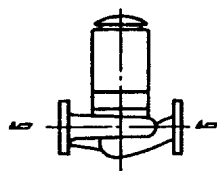
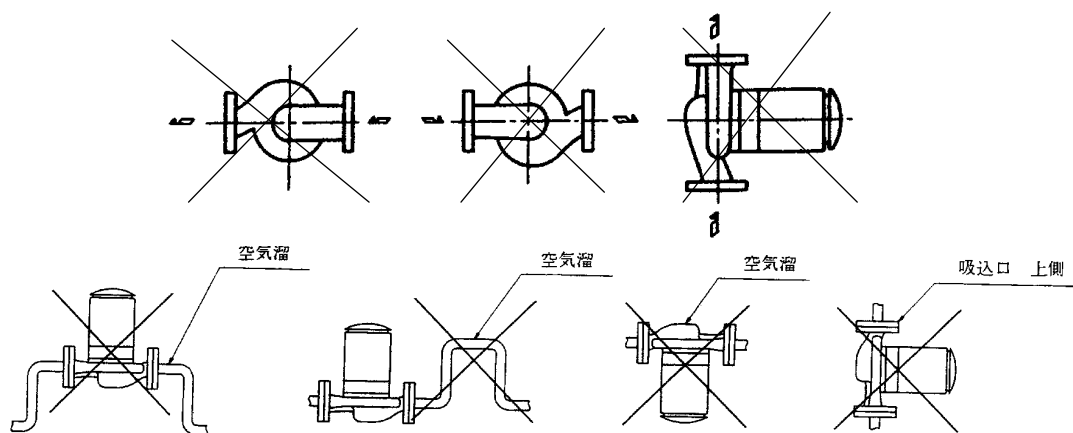

図 2
図 3
- (1) ポンプは配管に対して図2の方向で据付けてください。図3のような配管はできません。